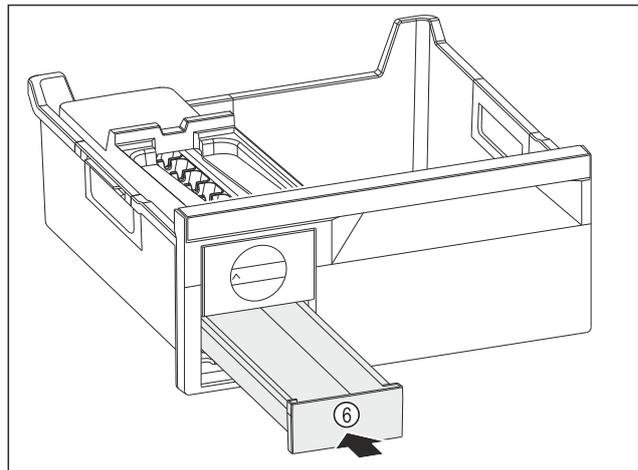

Fig. 94
- ▶ Insérer le compartiment à glaçons Fig. 94 (6).